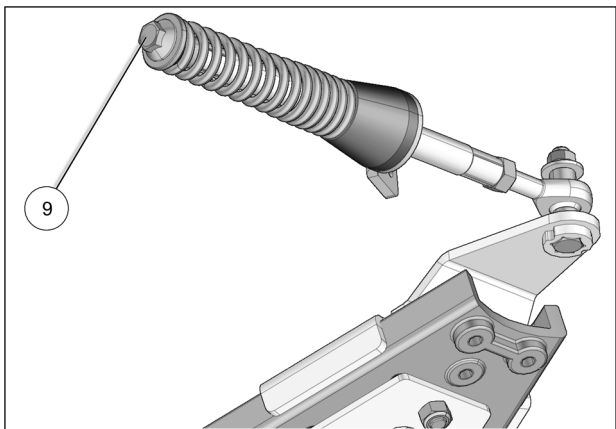

Fig. 21
10. Vérifier que le boulon du ressort (6) est serré au couple recommandé : 75 N•m [55 lb•pi]. Voir la Fig. 21